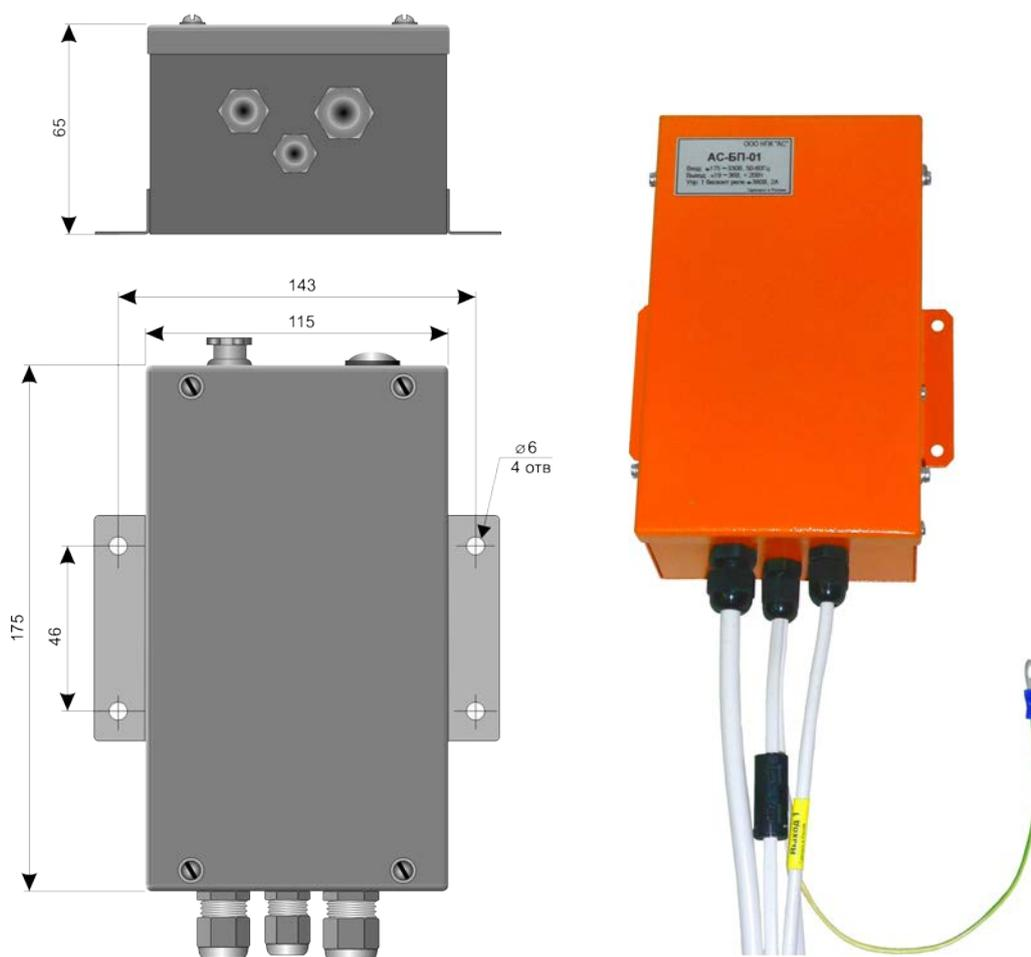

Рис. 5
- 2) блок питания АС-ВП-01 _____ 1 шт, Рис.5;
6.5. Первичный источник питания ИП, Рис.5, служит для преобразования сетевого напряжения 220В в необходимое для питания микроконтроллера напряжение 24В постоянного тока. Источник размещается в непосредственной близости от микроконтроллера, в зоне с отсутствием помех конвективному теплообмену. Содержит встроенный выключатель Sn, предохранитель, преобразователь 220/24В и 2 бесконтактных реле, рассчитанных на коммутацию электрических цепей с напряжением до 380В при токе коммутации до 2А. Источник питания обеспечивает полную гальваническую развязку системы от бортовой сети, в силу чего система АС-АОГ-01м+ не подвержена действию помех, действующих в силовых цепях крановой установки.